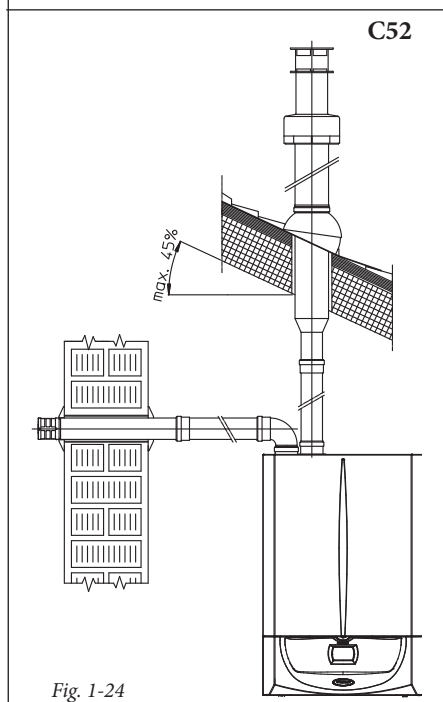

Fig. 1-24
- Nella figura (Fig. 1-24) è riportata la configurazione con scarico verticale e l'aspirazione orizzontale.